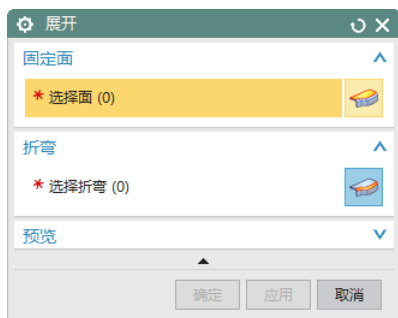

图 10-43 “展开”对话框
(1) 选择“菜单(M)”→“插入(S)”→“NX 高级钣金”→“展开(U)”,或者单击“主页”选项卡“折弯”面组上“更多”库下的“展开”按钮,打开如图 10-43 所示“展开”